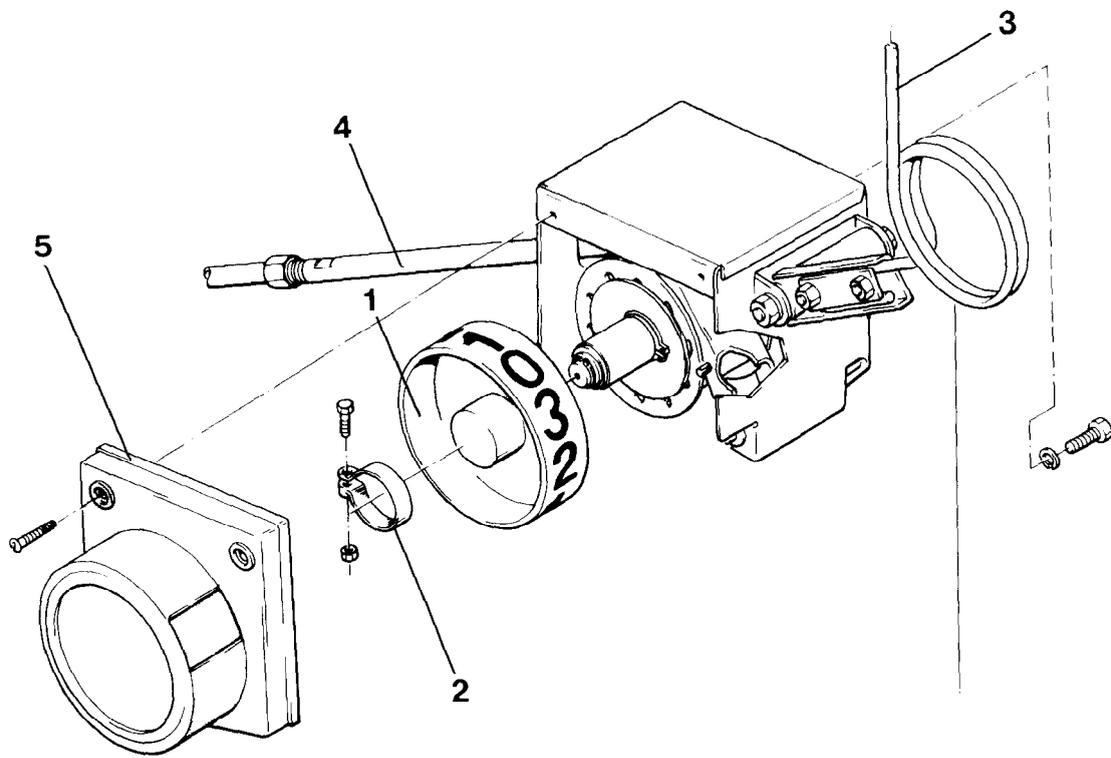

Fig. 26
- Anzeigerad (Fig. 26/1) mit neuem Klebeschild (Fig. 22 oder 18) versehen und auf dem Teilungsrad mit Hilfe der Schelle (Fig. 26/2) befestigen.
- Schaltkasten an der Bedienungsfeder (Fig. 26/3) durchschalten, bis das Klemmrohr (Fig. 26/4) durch eine Schaltrolle angezogen und gehalten wird. Der Schutzdeckel (Fig. 26/5) wird an den Schaltkasten gehalten und das Anzeigerad (Fig. 26/1) so weit verdreht, bis die Zahl „0“ am Fenster des Schutzdeckels zu sehen ist.
- Schaltkasten an der Bedienungsfeder (Fig. 26/3) durchschalten, bis sich das Anzeigerad mindestens dreimal vollständig gedreht hat, und überprüfen, ob der Schaltkasten ordnungsgemäß arbeitet, d. h. in jeder „0“-Stellung das Klemmrohr (Fig. 26/4) anzieht. Ist dies nicht der Fall, ist die Grundeinstellung des Schaltkastens nach Punkt 14.2.2 zu wiederholen.